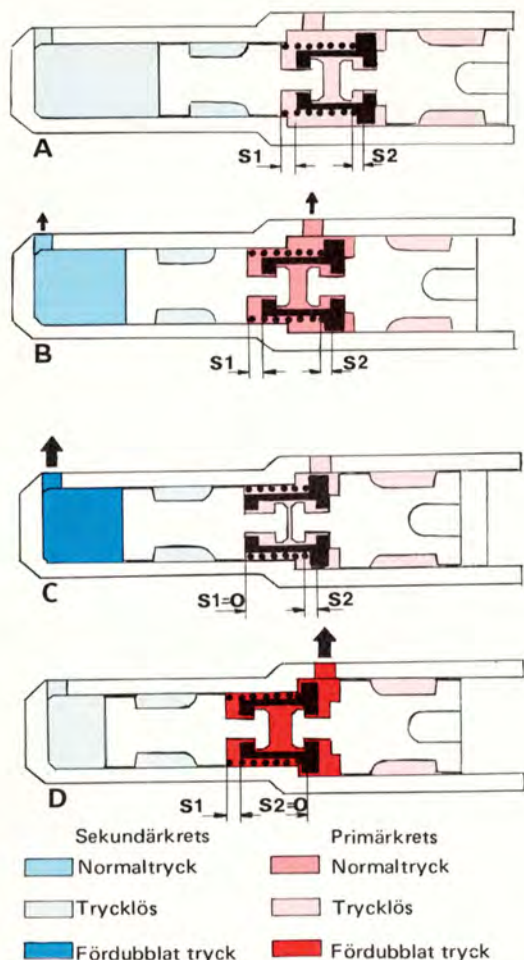

Bild 5-2. Huvudcylinder, funktion
Huvudcylinderns funktion i princip visas på bild 5-2. Överst på bilden (A) visas kolvarna i viloläge, när ingen bromsning förekommer. Vid bromsning med båda kretsarna i funktion intar kolvarna lägen enligt B, och trycket är då lika högt i båda kretsarna. Uppstår av någon anledning läckage i primärkretsen (C), kommer inget tryck att kunna byggas upp framför primärkolven.